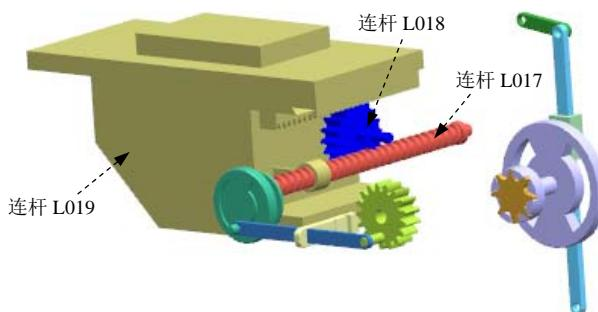

图 10.9.9 定义连杆 (八)
(8) 定义连杆 L017、连杆 L018 和连杆 L019。选取图 10.9.9 所示的零件为连杆 L017、连杆 L018 和连杆 L019，在“连杆”对话框中分别单击 **应用** 按钮，然后单击 **确定** 按钮，完成所有连杆的定义。